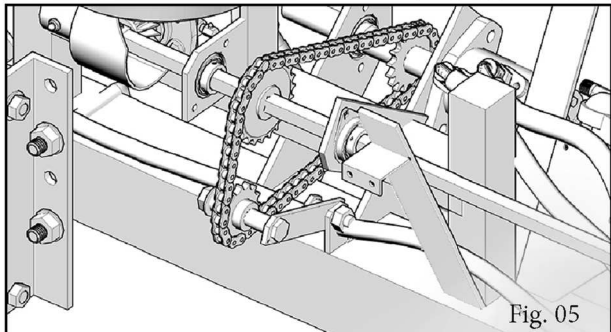

Fig. 05
- * Las cadenas deben estar bien fijados en los engranajes fig.05;